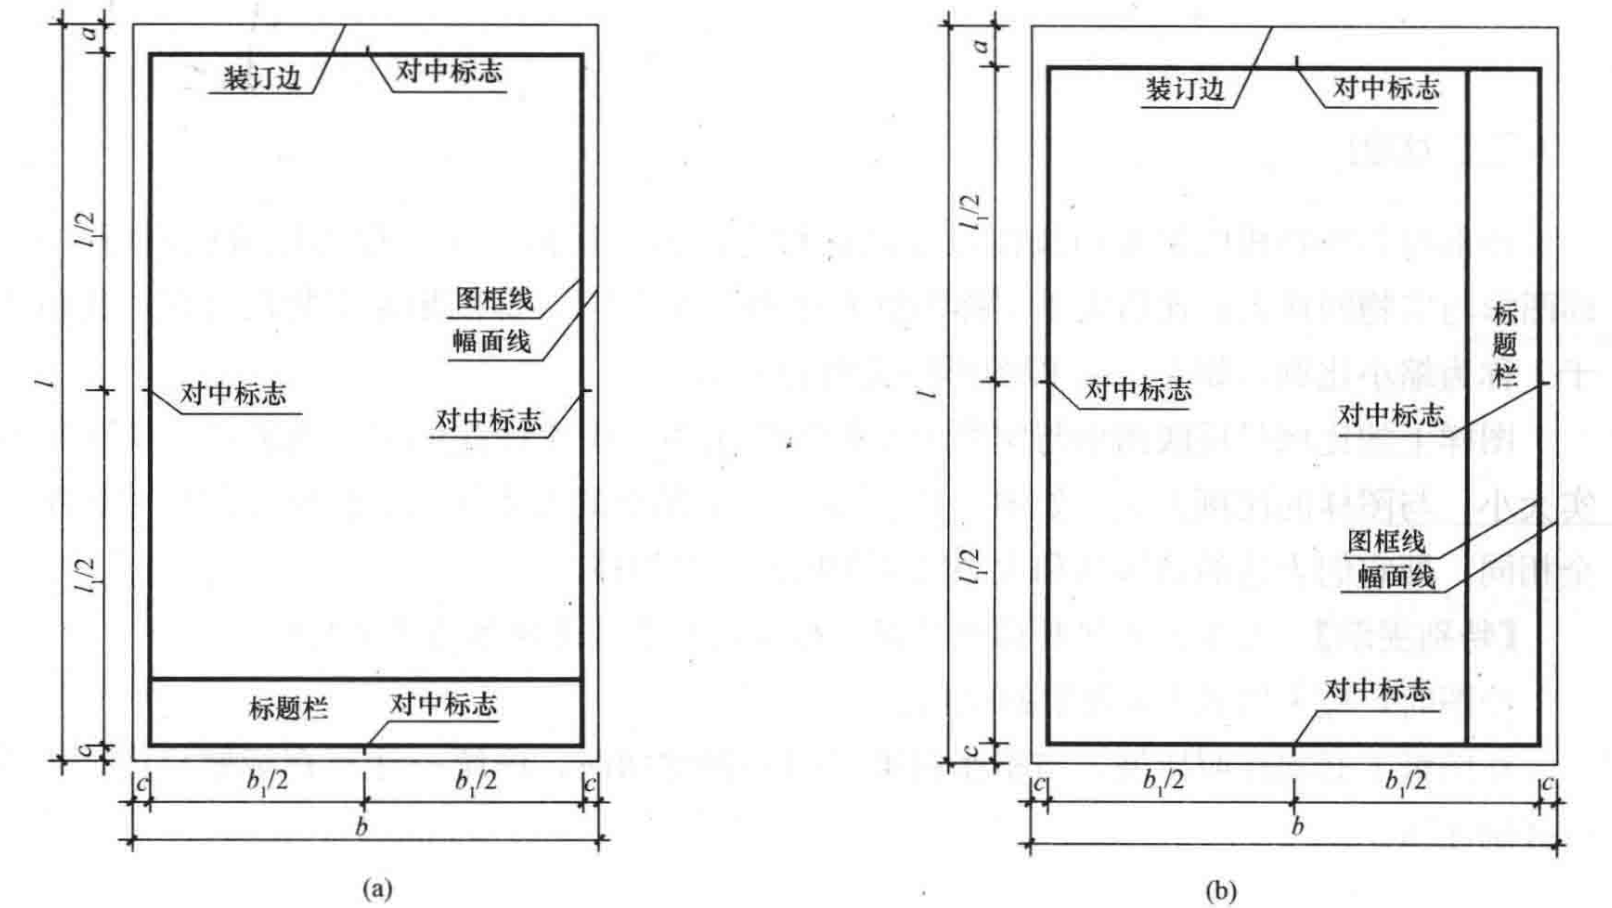

图 1-12 立式图纸
(2)立式图纸。立式使用的图纸，应按图 1-12 的形式布置。